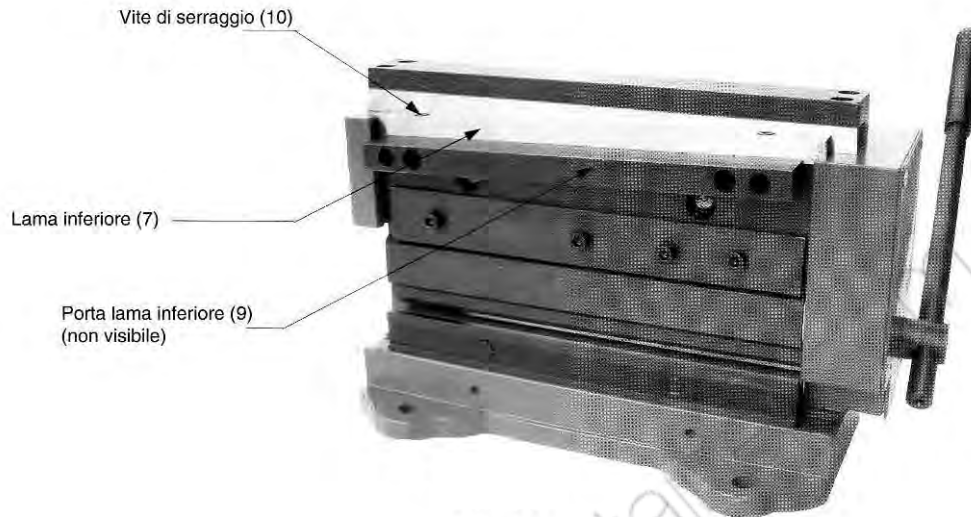

Figura 8 – Installazione lama inferiore
1. Abbassare la manovella (23) per abbassare la lama inferiore (7).
2. Svitare le due viti di fissaggio (10) dalla lama inferiore, come da Figura 8.